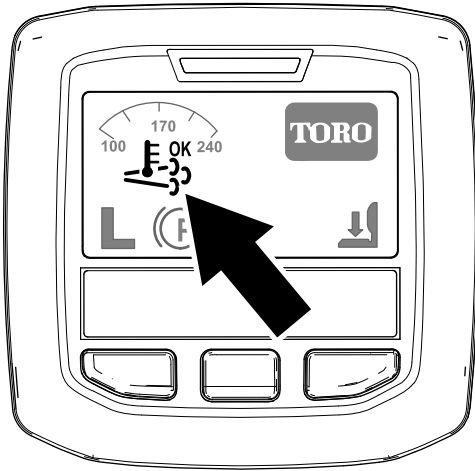

Bild 27
- Das Symbol für die unterstützte bzw. Zurücksetzen-Regenerierung im InfoCenter angezeigt (Bild 27).